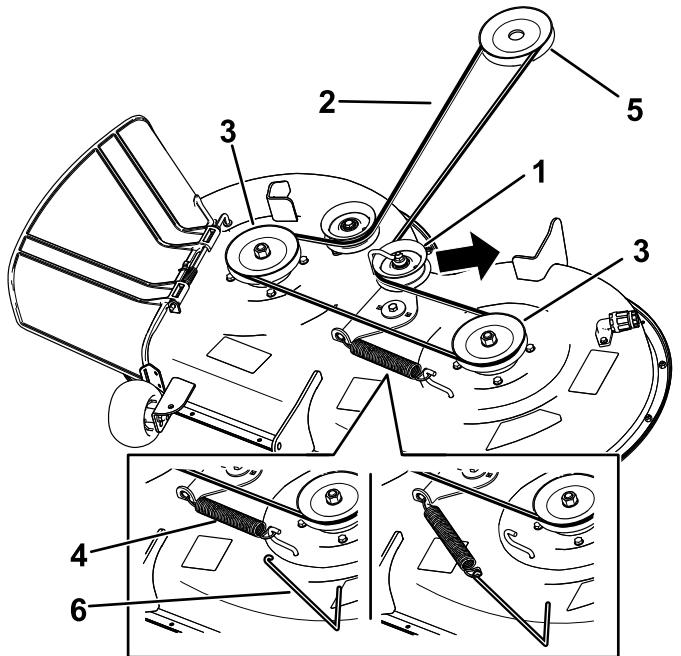

Figure 50
- 6. À l'aide d'un outil de dépose de ressort (réf. Toro 92-5771), décrochez le ressort du crochet sur le tablier pour détendre la poulie de tension et déchausez la courroie des poulies (Figure 50).
- 7. Acheminez la courroie neuve autour de la poulie du moteur et des poulies du tablier de coupe (Figure 50).
- 8. À l'aide d'un outil de dépose de ressort (réf. Toro 92-5771), accrochez le ressort au crochet situé sur le tablier, afin d'exercer une tension sur la poulie de tension et la courroie du tablier de coupe (Figure 50).